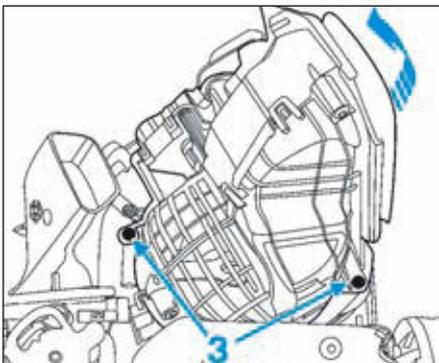

FIG.44
- Déposer les vis (3) du conduit de recyclage (Fig.44).